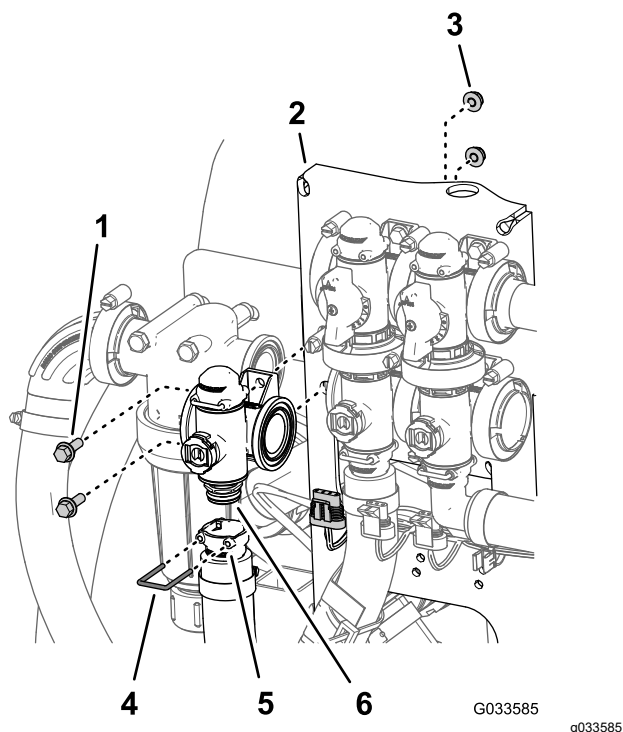

Bild 114
2. Entfernen Sie den Halter, mit dem das Auslaufanschlussstück an der Verteilerkupplung für das Dosierungsregelventil befestigt ist (Bild 114).
- Entfernen Sie die zwei Bundkopfschrauben ($\frac{1}{4}'' \times \frac{3}{4}''$) und zwei Sicherungsbundmutter ($\frac{1}{4}''$), mit denen das Dosierungsregelventil an der Ventilbefestigung befestigt ist, und entfernen Sie den Ventilverteiler von der Maschine (**Bild 114**).